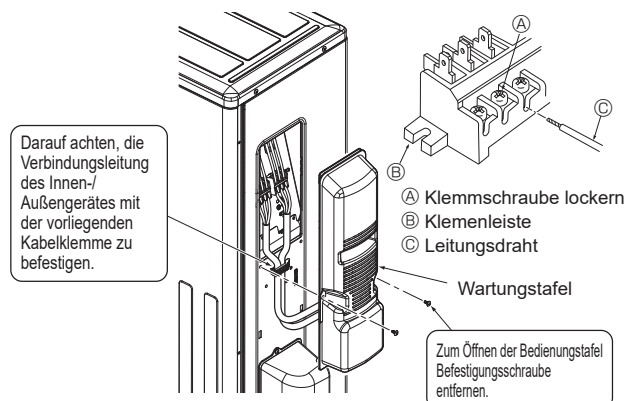

Fig. 6-3
### 6.1. Außeneinheit (Fig. 6-1, Fig. 6-2, Fig. 6-3)
- ① Die Wartungstafel entfernen.
- ② Die Kabel wie in den Fig. 6-1, Fig. 6-2 und Fig. 6-3 gezeigt verlegen.